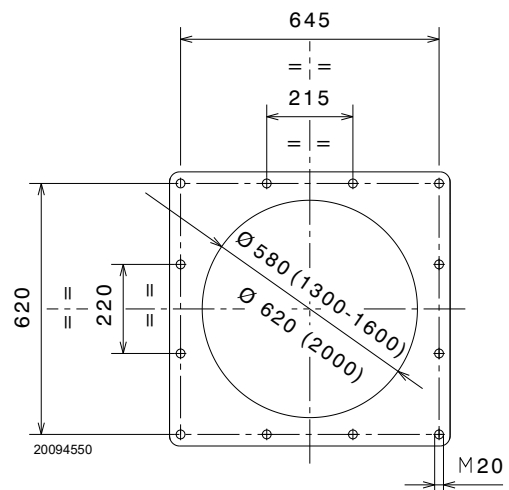

Fig. 12
Taladrar la placa de cierre de la cámara de combustión tal como se indica en Fig. 12. Puede marcarse la posición de los orificios roscados utilizando la junta aislante que se suministra con el quemador.
- Introduzca todo el quemador a través del orificio de la caldera, preparado anteriormente, como indica la Fig. 12, y fíjelo con los tornillos suministrados.